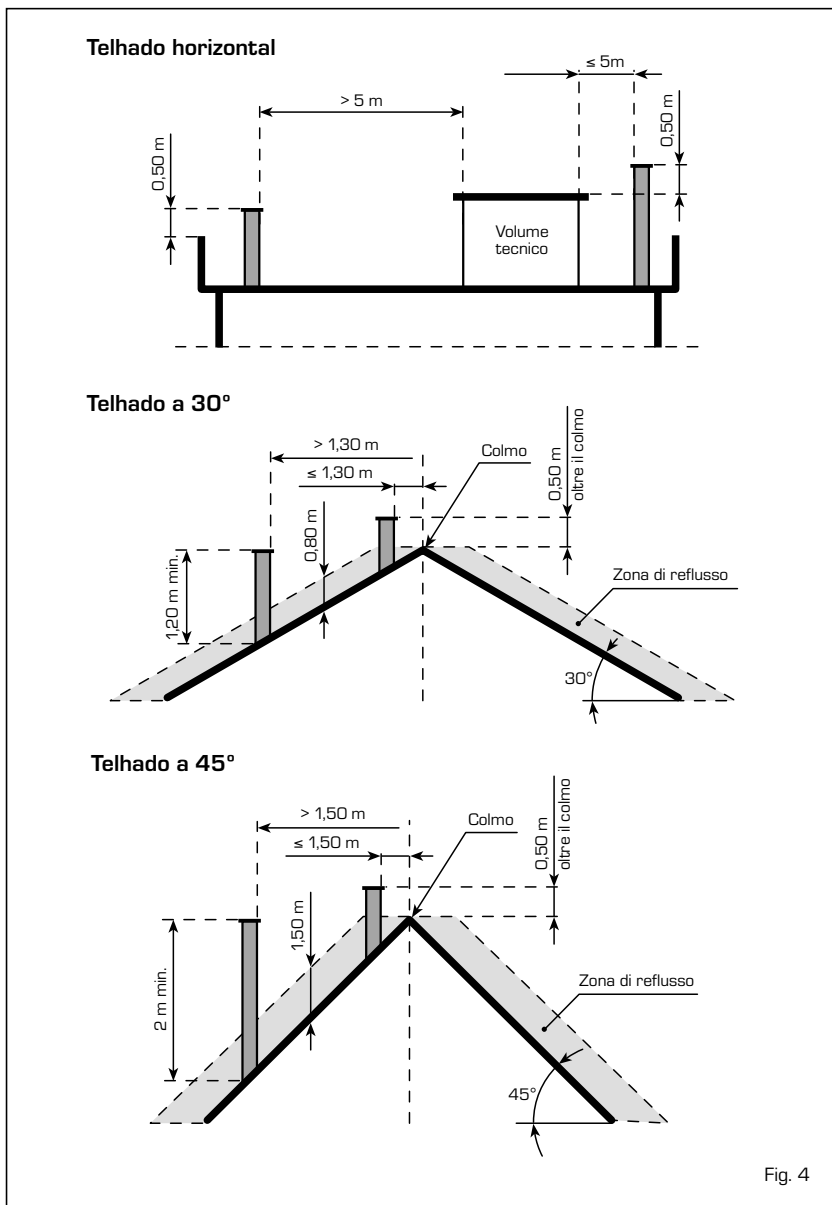

Fig. 4
- É necessário portanto que sejam respeitadas as alturas mínimas indicadas na fig. 4;